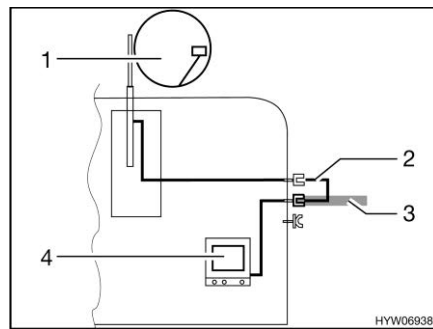

Fig. 209 TV nel veicolo
- TV nel veicolo (Fig. 209,4): Collegamento all'antenna del tetto (Fig. 209,1) con cavo di collegamento (Fig. 209,2)
- TV nel veicolo (Fig. 209,4): Collegamento a antenna esterna (Fig. 209,3)